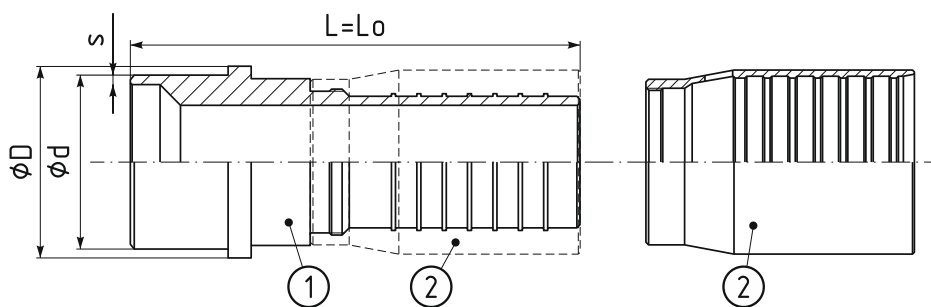

Рис. 2.2.2. Фитинг обжимной под сварку
- фитинг обжимной под сварку (поставляется в комплекте с гильзой обжимной) – см. рис. 2.2.2;